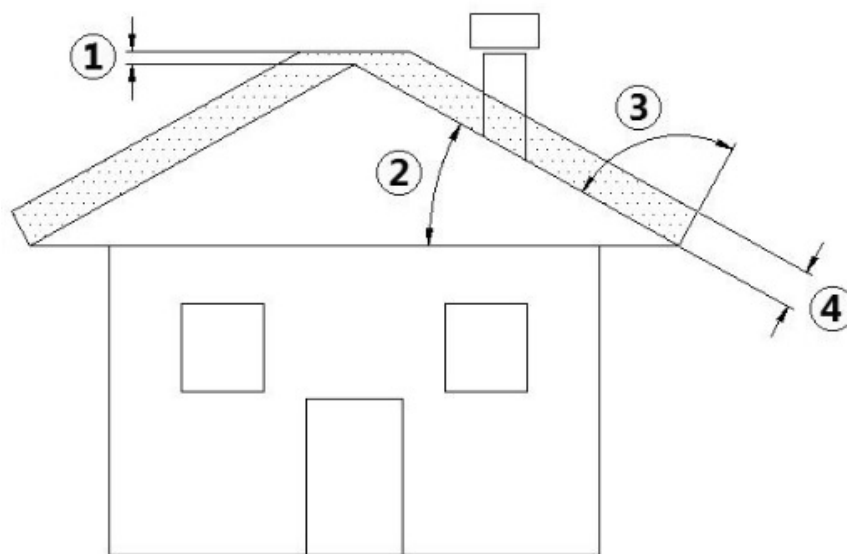

Fig. 3 - Teto inclinado
LEGENDA	Fig. 3
- A altura da abertura na atmosfera deve ser fora da zona de refluxo provocada pela formação do teto e por obstáculos que se encontram nas proximidades (ver **Fig. 3**).